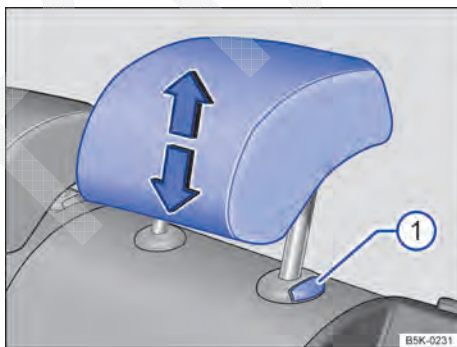

Fig. 90 Ajustar o apoio para cabeça traseiro.
- Empurrar o apoio para cabeça para cima na direção da seta ou para baixo com o botão → Fig. 90 ① pressionado → ⚠.